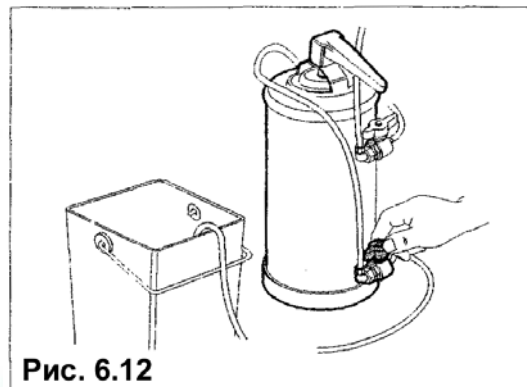

Рис. 6.12
- Поверните нижний кран, не забыв поместить соответствующий шланг в ведро или в слив (рис. 6.12).